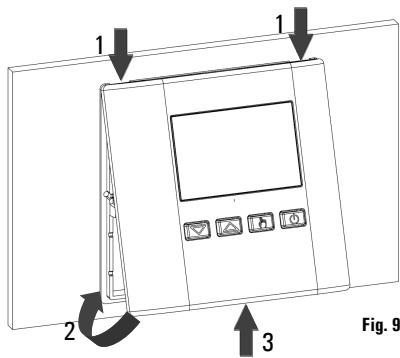

Fig. 9
- Girar la tapa y empujar hacia el interno, con el dedo, la lengüeta plástica ubicada en la parte izquierda de la base (indicada por la flecha en Fig. 9) y ejercitarse una presión que haga encajar la lengüeta plástica de fijación en el interno del foro pertinente.